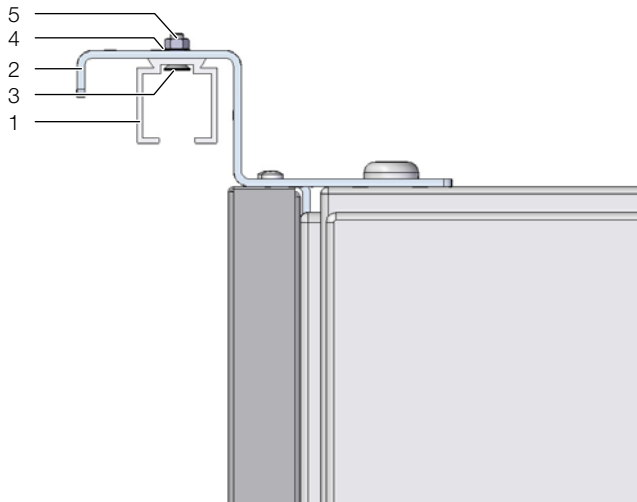

Abb. 15: Befestigen der Laufschiene
- 3 Befestigungsschraube und Mutter (Abb. 15)
- Laufschiene über die komplette Länge mit Senkschraube M5 x 14 mm und Mutter M5 mit der Befestigungsleiste verschrauben (Abb. 15).